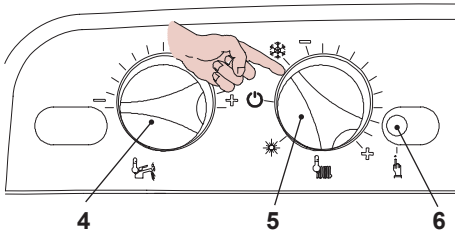
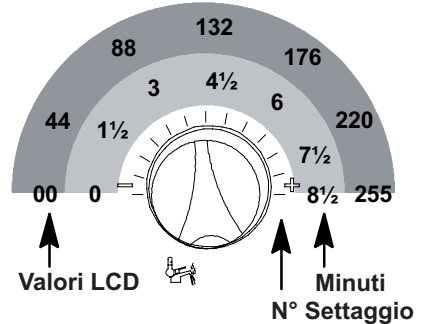

Fig. 5.78
Fig. 5.82
- Posizionare le manopole 4 e 5 come indicato in Fig. 5.78.
- Per settare il tempo di frequenza di riaccensione bisogna entrare in programmazione premendo per 15 secondi il pulsante di ripristino 6, in Fig. 5.78 fino alla comparsa del parametro **P01** sul display LCD; sul display LCD compare la seguente visualizzazione (la sequenza **P01** si alterna - - - -).
- Premere il pulsante di ripristino 6 in Fig. 5.78 per lo scorrimento dei vari parametri sino al raggiungimento del parametro **P10** valido per il settaggio della frequenza di riaccensione; sul display LCD compare la seguente
- Per cambiare il settaggio ruotare la manopola regolazione temperatura sanitari 4 in Fig. 5.78 e posizionarla sul tempo prescelto Fig. 5.82 (nella figura esempio manopola settata per frequenza di riaccensione di 3 minuti).
Il passo del settaggio della manopola 4 Fig. 5.82 corrisponde a un valore letto sul display LCD di circa 44 (90 secondi) e questo valore può essere variato fino a circa 255 (8 minuti e mezzo); nell'LCD la sequenza **P10** si alterna con 60.